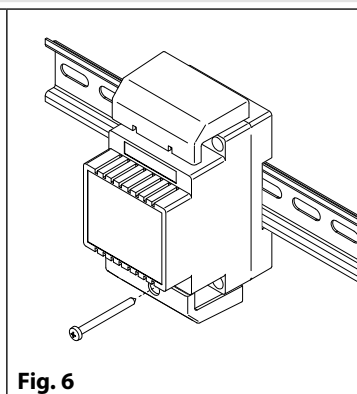

Fig. 6
5. Inserire a scatto i coperchi copri-morsetti e fissarli tramite le relative viti (**Fig. 6**);